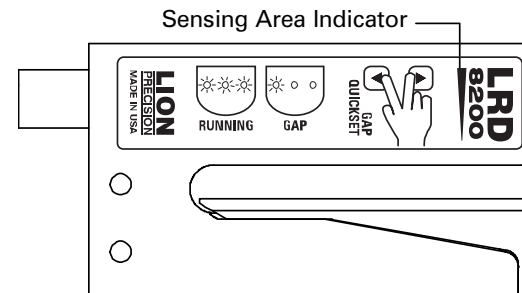
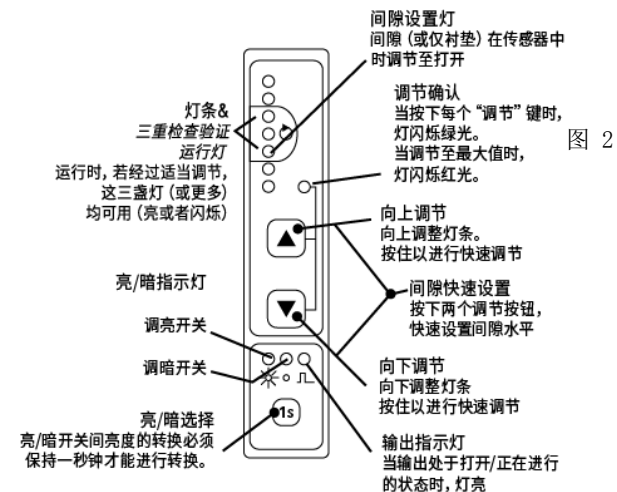

图 1
图 2
1. 标签必须位于“感应区”指示灯下面（见图 1）。
- a. 手动用“调节”按钮打开灯条上的“间隙设置”灯（见图 1 和图 2）。
4. 通过传感器运行标签，以验证三盏“运行”灯（见图 1 和图 2）是否可用（亮或者闪烁）以及标签是否穿过了传感器。如果否，则使用“调节”按钮，直到满足上述条件为止。标签运行时，可能有不止这三盏“运行”灯可用。
亮/暗开关模式（见图 3）由亮/暗指示灯（见图 2）显示。